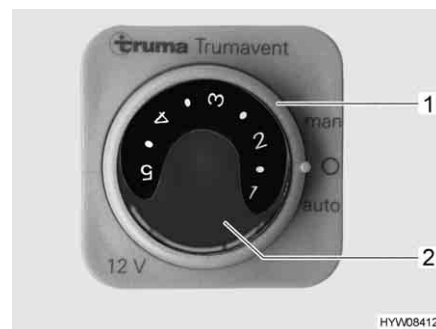

Fig. 66 Centralina di controllo per ventola di ricircolo dell'aria
- Impostare l'interruttore girevole (Fig. 66,1) sulla centralina di controllo della ventola di ricircolo su "man".
- Posizionare la manopola (Fig. 66,2) sulla potenza desiderata (3-5).
- Impostare l'interruttore girevole (Fig. 66,1) sulla centralina di controllo della ventola di ricircolo su "0".